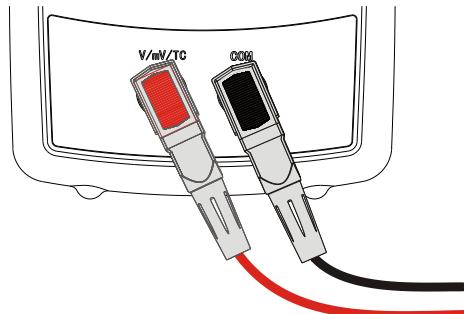

图 2.1-1
1. 按图 2.1-1 所示把校验仪的输入电压端子接到外部电压源激励端子上。